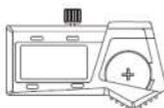

Рис. 2
- Вставьте аккумулятор в батарейный отсек, положительная сторона аккумулятора (+) должна быть обращена наружу (рис.2).